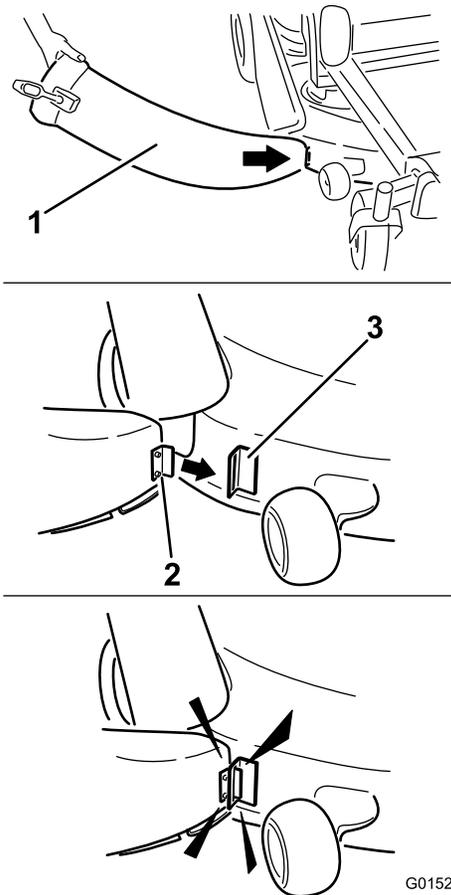

Figura 21
1. Introduzca la pestaña metálica del extremo delantero del conducto en la ranura del soporte que está soldado a la carcasa de corte (Figura 21).